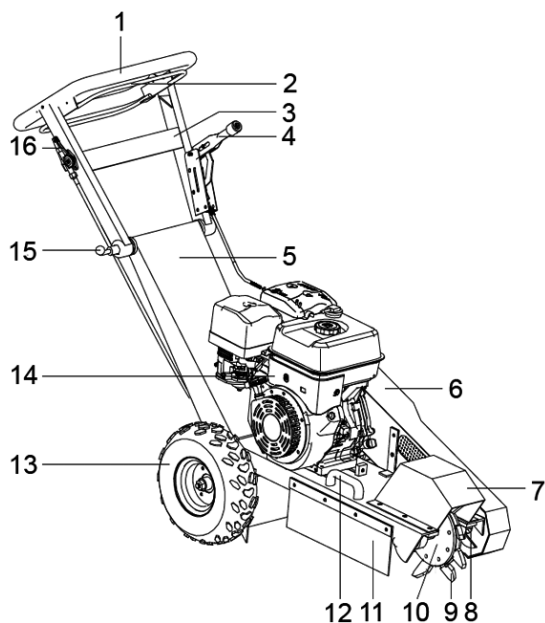

Bild 13: Komplet maskinskärare BSF-15
Rotkniv BSF-15 (Bild 13)
Rotskäraren BSF-15 (Bild 13) består av:
Motoromkopplare (5): Här slås motorn PÅ / PÅ och AV / AV. Tryck på nödstoppsfästet (2) i farliga situationer (1 - Bild 13) släpp och stäng av motorbrytaren. Motorn stängs av (tändning kortsluten).